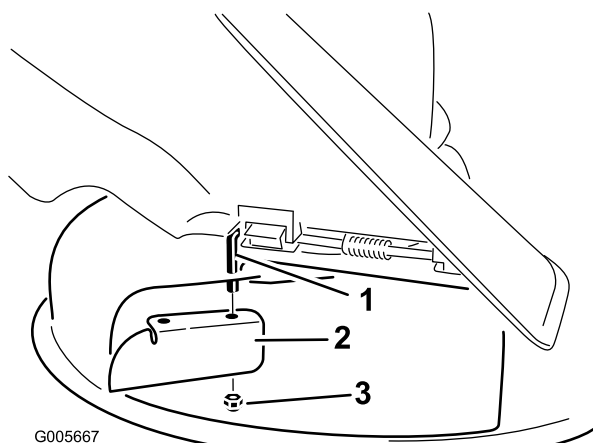

Figure 27
6. Montez le déflecteur d'ouverture sur la tige de pivot exposée (Figure 27). Utilisez l'écrou mince (3/8 pouce) existant pour fixer le déflecteur au plateau de coupe.